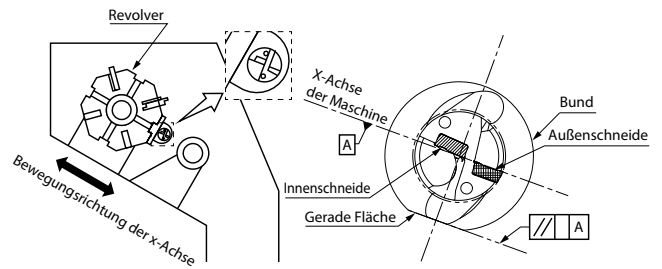
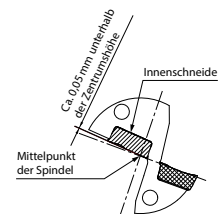

Abb. 1 Eingesetzt in Drehautomaten
Abb. 5 Vorderansicht des Bohrers
1. Bringen Sie den gewünschten Korrekturwert auf der Skala der Exzenterhülse mit der Mittenachse der Referenzmarkierung auf eine Linie. (Fig. 1)
2. Es wird empfohlen, die äußere Wendeschneidplatte zum Bediener zeigend einzusetzen (siehe Abb. 1). Sie kann auch um 180° gedreht eingesetzt werden. Falls Sie mit 2 Revolvern arbeiten und Sie den tiefer gelegenen Revolver verwenden, muss der Bohrer auch mit der äußeren Wendeschneidplatte – zum Bediener zeigend – eingebaut werden. Der Einbau um 180° gedreht ist auch möglich.
Wenn Sie die innere Wendeschneidplatte wie in Abb. 1 gezeigt eingesetzt haben, liegt sie ca. 0,05 mm unter dem Mittelpunkt der Spindel (Abb. 5). Dies ist die normale Position der Zentrumshöhe. Falls sich jedoch der Revolver außerhalb der Mitte der Spindel befindet, kann die innere Wendeschneidplatte weit über oder unter der Mitte liegen. Für eine problemlose Bearbeitung muss die Zentrumshöheneinstellung sorgfältig überprüft werden.